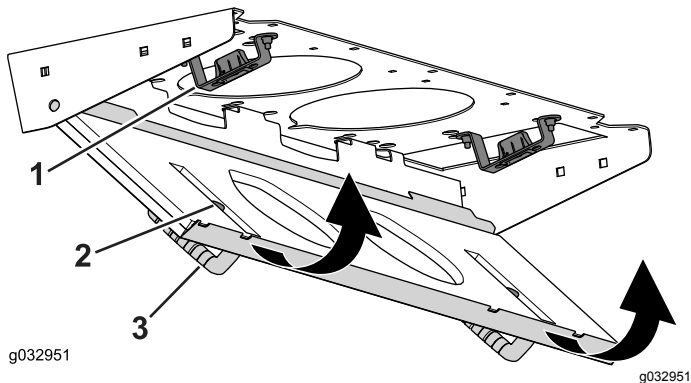

Bild 94
4. Drehen Sie das Filtersieb um die Nasen, bis der Riegel in der Riegelbefestigung einrastet (Bild 94).